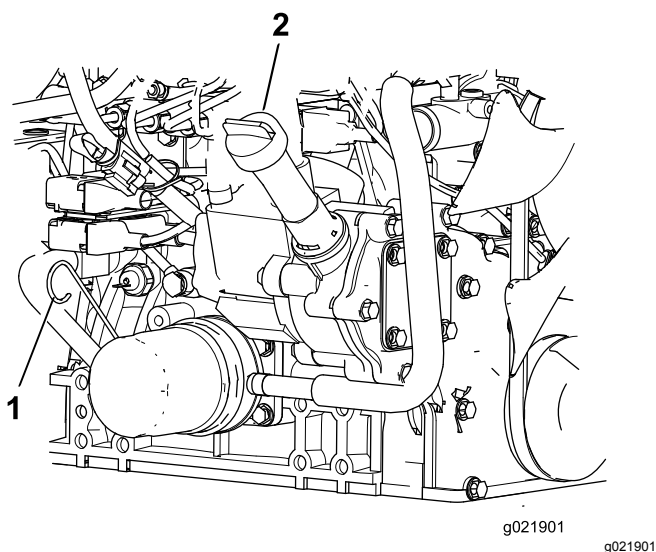

Figura 71
3. Retire la varilla, límpiela, vuelva a colocarla en el tubo y retírela de nuevo. El nivel de aceite debe estar entre las marcas LLENO y AÑADIR (Figura 71).
4. Si el nivel de aceite es bajo, retire el tapón de llenado y añada suficiente aceite para que llegue entre las marcas LLENO y AÑADIR (Figura 71).